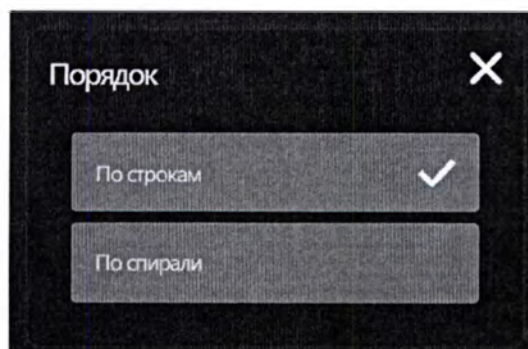

Рис. 5.30 – Выбор способа заполнения формы сканирования
5.8.11.4 При выборе пункта меню – «Порядок» открывается Пункт меню - «Порядок» определяет способ заполнения манипулятором-сканером формы (рис. 5.30), указанной в п. 5.8.11.3, заполнение выполняется: